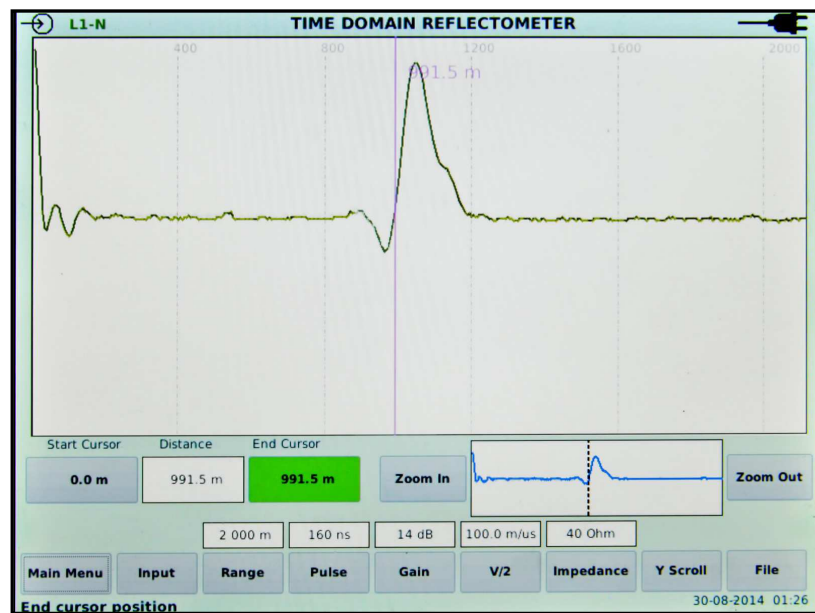

Рисунок 6 – Окно режима «**TDR**»
2.2.4 Окно режима «**TDR**» позволяет настроить требуемые параметры и наблюдать рефлектограммы на экране (см. рисунок 6).